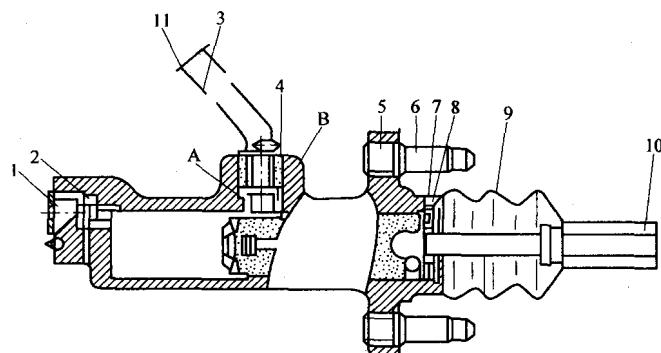

图 1-4 离合器主缸结构
(1) 离合器主缸 离合器主缸的结构如图 1-4 所示，主缸体借补偿孔 A、进油孔 B，通过进油软管与储液罐相通。主缸内装有活塞，活塞中部较细，且为“十”字形断面，使活塞右方的主缸内腔形成油室。活塞两端装有皮碗。活塞左端中部装有单向阀，经小孔与活塞右方主缸内腔的油室相通。当离合器踏板处于初始位置时，活塞左端皮碗位于补偿孔 A 与进油孔 B 之间，两孔均开放。
1) 主缸的拆卸。桑塔纳 2000GSI 型轿车离合器的主缸结构如图 1-4 所示。
- ①取下离合器踏板与主缸推杆叉的联接销轴
- ②从主缸上拧下进油管和出油管接头。
- ③拧下主缸固定螺栓，拉出主缸。